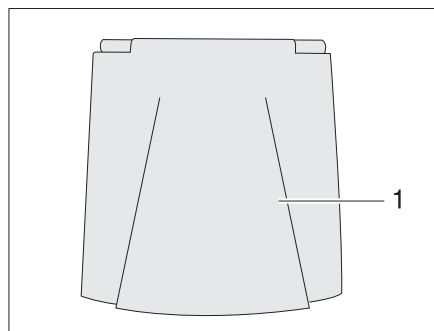

Bild 39 Verschlussklappe für Kraftstoff-Einfüllstutzen
- Verschlussklappe (Bild 39,1) öffnen.
- Schlüssel in Schließzylinder (Bild 39,3) stecken und entgegen dem Uhrzeigersinn drehen.
- Verschlussdeckel (Bild 39,2) abnehmen.